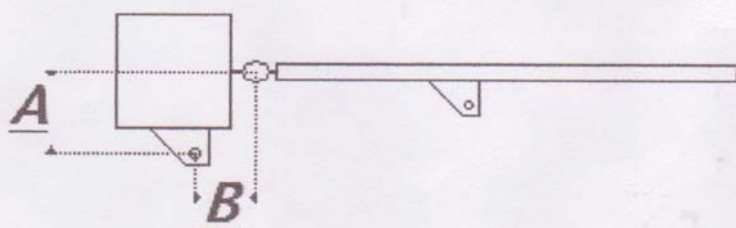
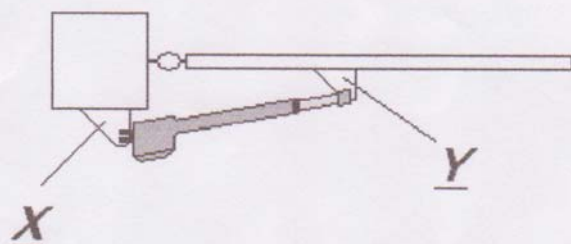

FIG. 1
FIG. 2
- Saldare o fissare in maniera robusta la staffa posteriore (X) fig. 2 al pilastro
- bloccare il pistone sulla staffa (X) con il perno in dotazione.
- ruotare lo stelo in acciaio e raggiungere la corsa desiderata ricordando che la lunghezza della corsa non dovrà superare la misura segnalata nella tabella sopra indicata fig. 1
- saldare o fissare in maniera robusta la staffa anteriore (Y) fig. 2 sull'anta del cancello
- bloccare la parte anteriore del pistone sulla staffa (Y) utilizzando il perno in dotazione